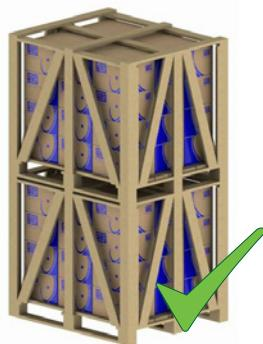
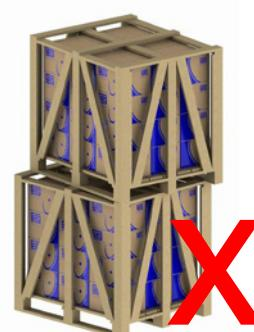

Figura 25 - Montaje adecuado.
Figura 26 - Montaje inadecuado.
- 2) Posícone correctamente un embalaje sobre el otro (ver Figura 25 y Figura 26).